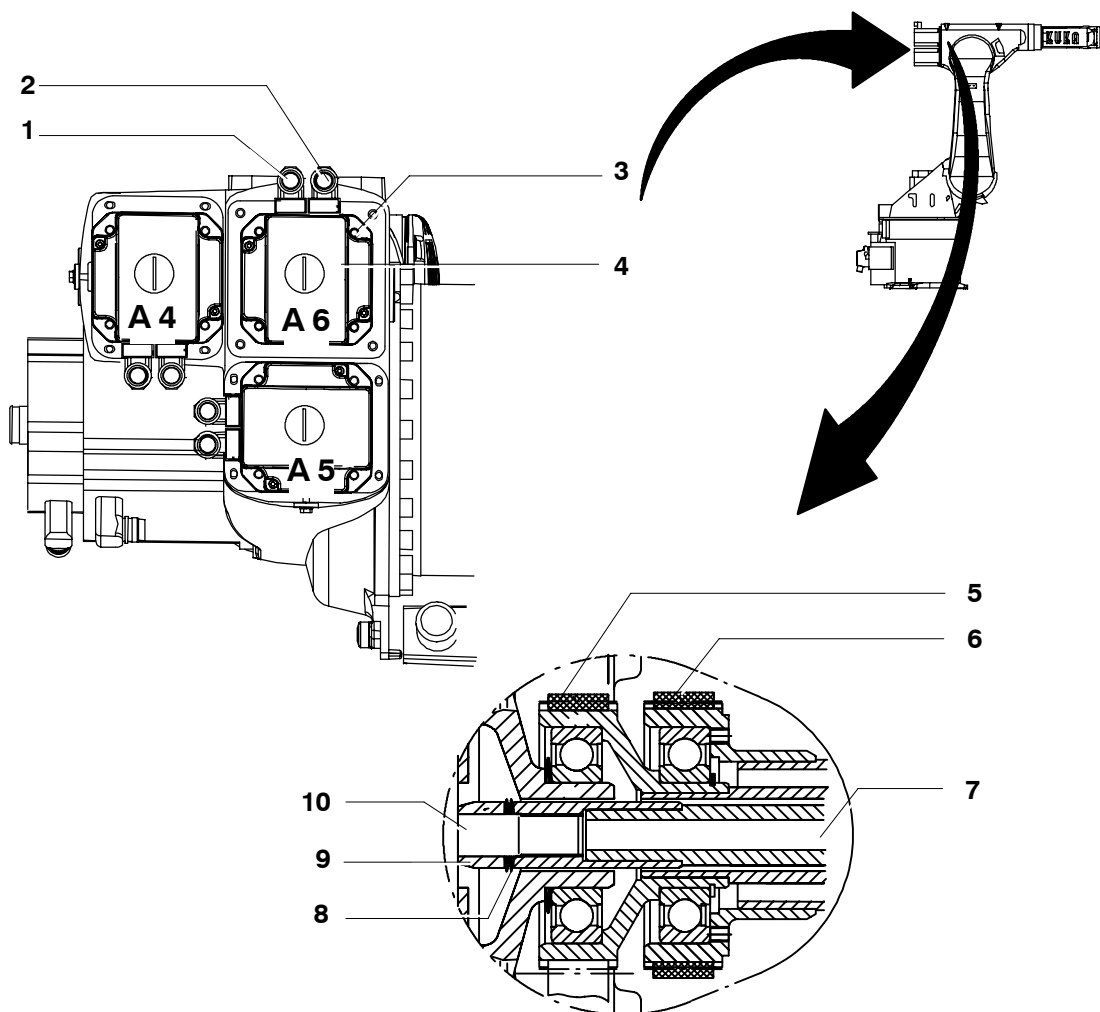

Fig. 100 Démontage et montage de l'entraînement de l'axe du poignet A6
- (1) Desserrer et retirer les connecteurs XM6 et XP6.
- (2) Dévisser quatre vis à six pans creux M8x18 (Fig. 100/3) sans oublier les rondelles-frein et retirer l'entraînement de l'axe du poignet A6.
- (1) Le cas échéant procéder à la déconservation de l'unité d'entraînement du poignet A6 (Fig. 100/4), nettoyer la liaison par arbres dentées (10) puis graisser légèrement mais sur toute la surface avec du Microlube GL 261.
- (2) Pousser l'anneau (9) et les ressorts Belleville (8), conformément à la Fig. 100 sur la denture.
- (3) Introduire l'entraînement de l'axe du poignet A6 (4) dans la liaison par arbres dentés de l'arbre A6 (7) et le centrage du carter du bras.
Monter l'unité d'entraînement de l'axe du poignet A6 de façon à ce que les connecteurs femelles XM6 et XP6 (1, 2) se trouvent en haut (Fig. 100).